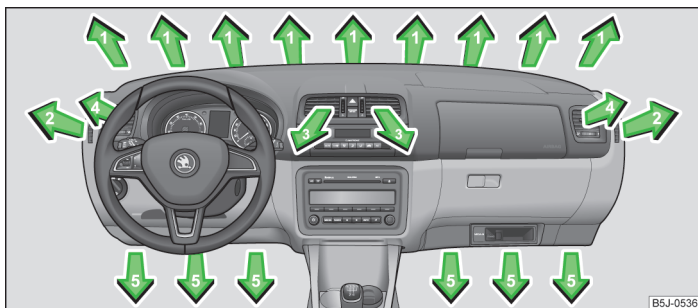
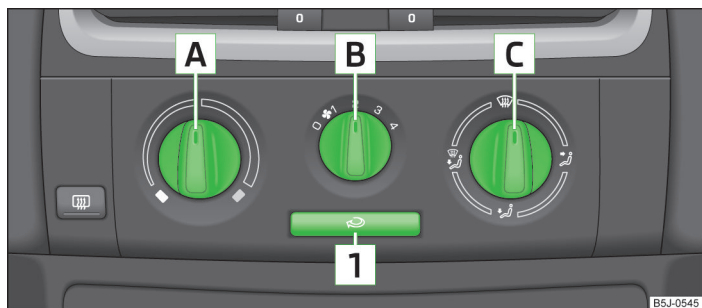

Fig. 81 Fantele de ventilație
Fig. 82 Încălzirea: Elementele de comandă
➤ Rotiți roțița verticală (fante de ventilație 3) » fig. 81 resp. roțița orizontală (fante de ventilație 4) în poziția .
➤ Rotiți roțița verticală (fante de ventilație 3) » fig. 81 resp. roțița orizontală (fante de ventilație 4) în poziția 0.
- Pentru a modifica direcția pe înălțime a curentului de aer, deplasați lamelele orizontale cu ajutorul elementului de reglare, mobil » fig. 81.
Reglați admisia aerului pentru fiecare fantă de ventilație, se ajutorul butonului de reglare a distribuției aerului » fig. 82 la pagina 78. Fantele de ventilație 3 » fig. 81 și 4 pot fi deschise și închise individual.
- Rotiți regulatorul rotativ **A** » fig. 82 spre dreapta pentru a mări temperatura.
- Pentru pornirea ventilatorului, rotiți comutatorul ventilatorului **B** » fig. 82 în una din pozițiile de la 1 la 4.
- De la regulatorul pentru distribuția aerului **C** » fig. 82 reglați direcția curentului de aer » pagina 77.
Toate elementele de comandă, în afara comutatorului ventilatorului **B** » fig. 82, pot fi reglate pe orice poziție intermediară.
- Elementele de comandă **A** » fig. 82 la pagina 78, **B**, **C** și tasta **1**.
» Apăsăți tasta **1** » fig. 82 la pagina 78, lampa de control din tastă se aprinde.
» Apăsăți din nou tasta **1** » fig. 82 la pagina 78, lampa de control din tastă se stinge.
Dacă regulatorul distribuției de aer **C** » fig. 82 la pagina 78 se rotește în poziția , recircularea aerului se dezactivează automat. Prin apăsarea repetată a tastei se poate reporni și în această poziție recircularea aerului.